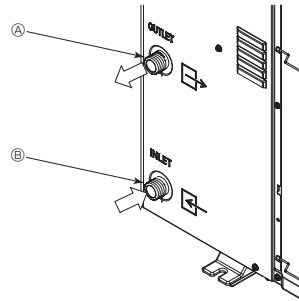

Fig. 6-1
### 6.1. Wasserrohrverbindungen (Fig. 6-1)
- Einlaß- und Auslaßleitungspositionen werden in Fig. 6-1 gezeigt.
[Fig. 6-1]